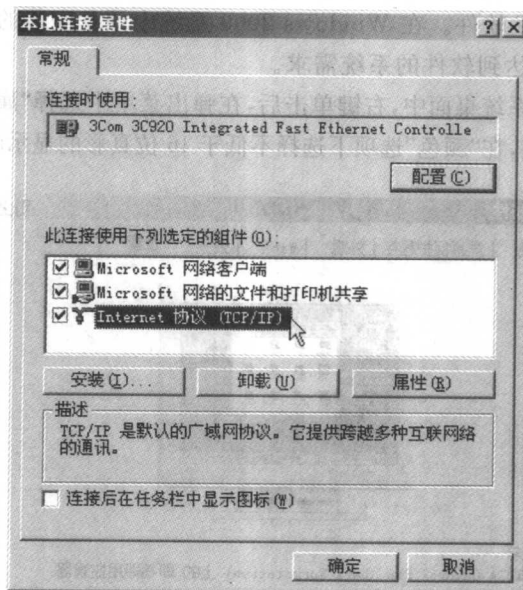

图 1-3 “本地连接 属性”窗口
2) 右键单击“本地连接”图标,在弹出菜单中选择“属性”命令,弹出如图 1-3 所示的“本地连接 属性”窗口,确信已安装网络软件“Internet 协议(TCP/IP)”后,关闭以上窗口。